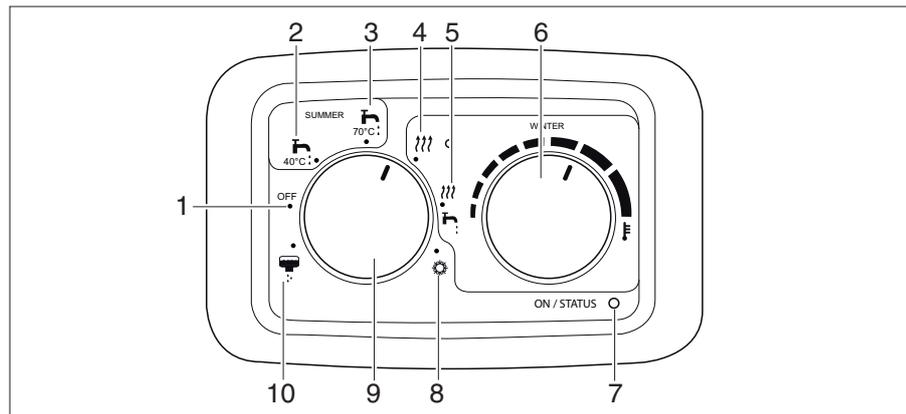

Bild 215 Panel Webasto Dieselheizung
Das Heizgerät wird für die Bereitstellung von warmem Trinkwasser genutzt. Das Wasser wird aufgeheizt und auf Temperaturen von 40°C oder 70°C gehalten. Der Heizluftventilator zur Beheizung des Innenraums ist nicht aktiviert. Fällt die Wassertemperatur unter einen bestimmten Wert, wird die Verbrennung erneut gestartet. Die Anzeige (Bild 215,7) am Bedienelement leuchtet grün, solange das Gerät eingeschaltet ist.
- Betriebswählschalter (Bild 215,9) auf Sommerbetrieb, Wassertemperatur 40 °C (Bild 215,2) oder 70 °C (Bild 215,3) einstellen.
Die Leistungsanzeige (Bild 215,7) leuchtet grün und die Anzeige am Betriebswählschalter (Bild 215,9) leuchtet rot auf.
- Betriebswählschalter (Bild 215,9) auf „Off“ (Bild 215,1) stellen.
- Innentemperaturwahlschalter (Bild 215,6) auf die gewünschte Thermostateinstellung für Innentemperatur einstellen.
- Betriebswahlschalter (Bild 215,9) auf Winterbetrieb, Heizen ohne Warmwasserbereitung (Bild 215,4) einstellen.
Die Leistungsanzeige (Bild 215,7) leuchtet grün und die Anzeigen am Betriebswahlschalter (Bild 215,9) und Innentemperaturwahlschalter leuchten rot auf.
- Betriebswahlschalter (Bild 215,9) auf „Off“ (Bild 215,1) stellen.
- Betriebswahlschalter (Bild 215,9) auf Winterbetrieb, Heizen mit Warmwasserbereitung (Bild 215,4) einstellen.
Enthält der Boiler kein Wasser und Winterbetrieb, Heizen mit Warmwasserbereitung wird gewählt, wird eine Warnung am Bedienelement ausgegeben. Die grüne LED neben Winterbetrieb, Heizen mit Warmwasserbereitung (Bild 215,4) beginnt zu blinken.